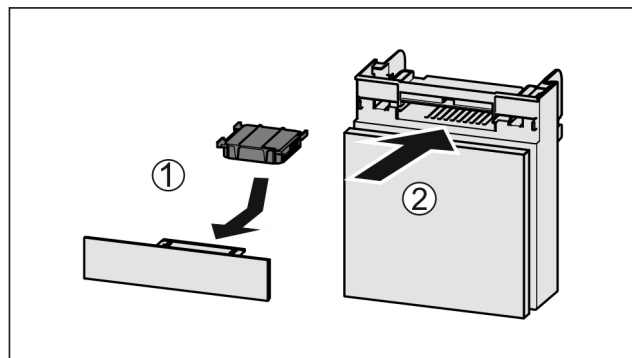

Fig. 186
- ▶ Wkładać Fig. 186 (1) filtr z węglem aktywowanym zgodnie z ilustracją.
- ▶ Wsunąć komorę Fig. 186 (2).